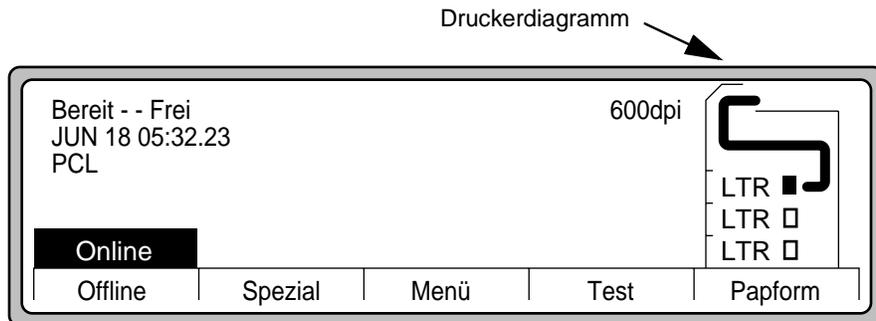

Abbildung 2-70 Bedienfeldanzeige, Hauptmenü
In der rechten Hälfte der Bedienfeldanzeige ist ein Diagramm des Druckers dargestellt. Hierzu gehören auch die installierten Papierfächer und die zugehörigen Papierformate (siehe Abbildung 2-70).
1. Drücken Sie im **Hauptmenü** (siehe Abbildung 2-70) die Taste **Papform**, um das Untermenü PapForm anzuzeigen (siehe Abbildung 2-71).